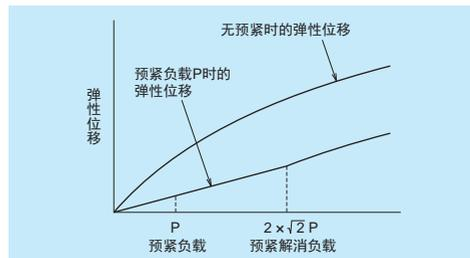

图 3.2 弹性位移曲线
- 如图 3.2 所示通常具有预紧效果的负载能力约相当于无预紧负载的 2.8 倍。约相当于滚子导轨的 2.2 倍。